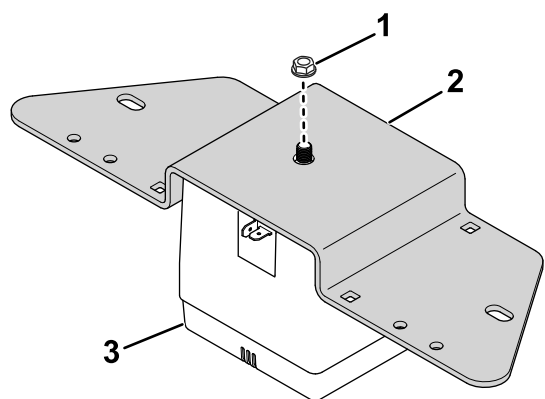

Figura 25
13. Utilize a porca existente na buzina para instalar a buzina no suporte da buzina (Figura 25).